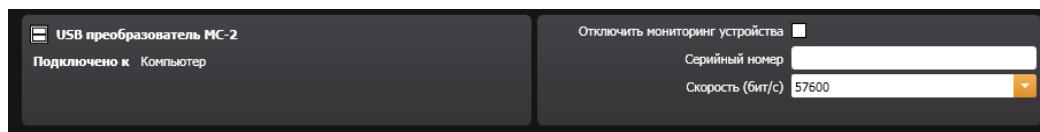

Рисунок 14.3.41 – Свойства устройства USB преобразователь МС-2
- 2) При выделенной в рабочей области строке устройства **USB преобразователь МС-2** в поле свойств устройства отображает (Рисунок 14.3.41):